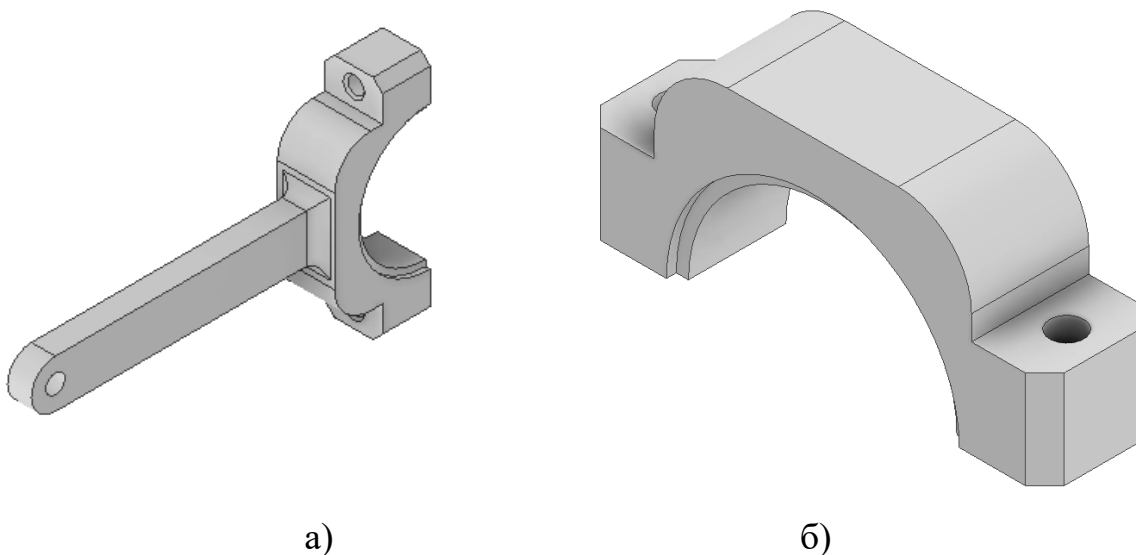

Рис. 8. Шатун крепления (а), шатун (б).
- 2.1. **Смоделировать и поставить на печать деталь шатун (рис. 8 б), провести постобработку.**
- 2.1. Сmodelировать и поставить на печать деталь шатун, провести постобработку (рис. 8 б).